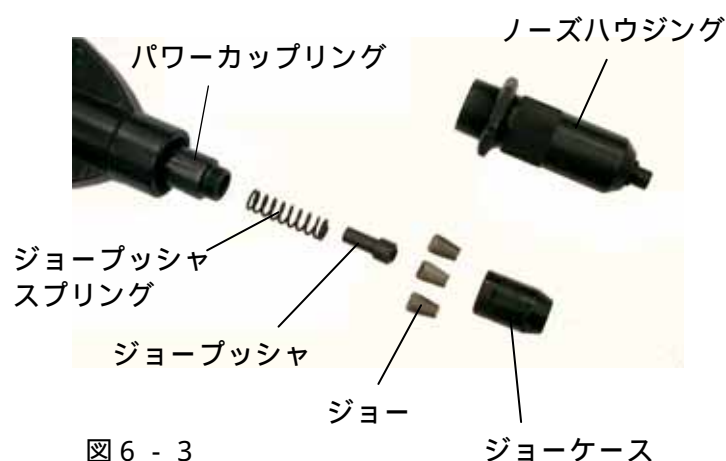

図6-3
(1) 32mmスパナを使用してロックナットを緩め、ノーズハウジングを外してください。
(2) 17mmスパナを使用して、パワーカップリングからジョーケースを外してください。この時外れてくる部品を図6-3に示します。